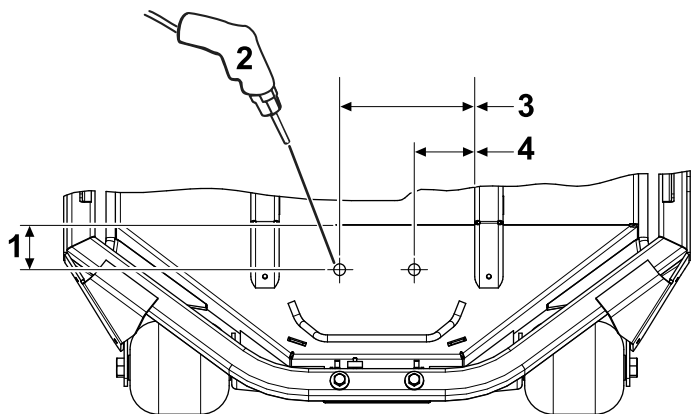

Figura 1
2. Servendovi delle quote riportate nella Figura 1, individuate e praticate due fori con diametro di 7/16 pollici nell'apparato di taglio.